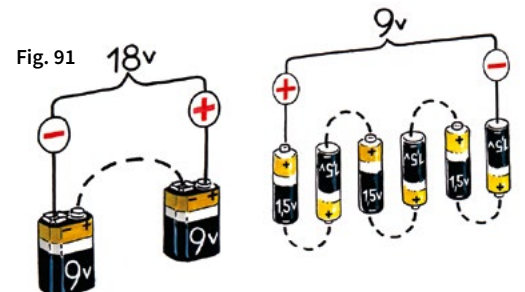

Fig. 91
2. Schaltet man zwei Batterien parallel wie in Bild 91 rechts, hat die neue Batterie eine Spannung von $2 \cdot 9 \text{ V} = 18 \text{ V}$.